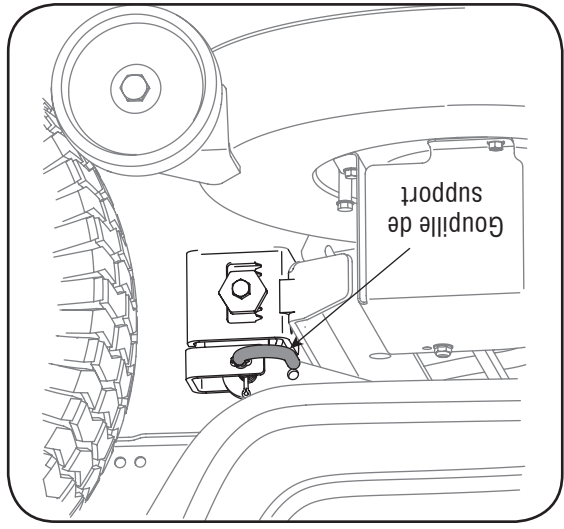

Figure 6-3
5. Placez-vous sur la gauche du tracteur et localisez la goupille de support du plateau de coupe sur le côté arrière gauche du plateau de coupe. Voir la Figure 6-3.